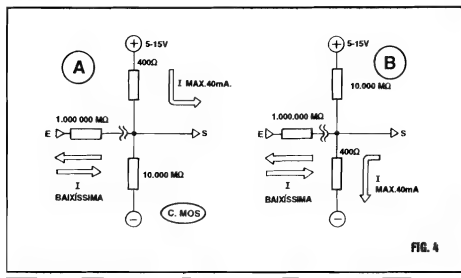

FIG. 4
-FIG. 4- DETALHANDO, NA PRÁTICA, AS ENTRADAS E SAÍDAS C.MOS... - Os dois diagramas (A e B) "estilizam" condições (a nível puramente "resistivo", ou levando em consideração as impedâncias relativas...) para Saída "alta" e Saída "baixa" num gate típico C.MOS, também indicando as impedâncias relativas nas respectivas e hipotéticas Entradas... Em qualquer caso, num gate (ou qualquer outro bloco lógico...) C.MOS, um sinal, "estado" ou nível digital aplicado à Entrada "vê" uma Resistência **incrivelmente alta** (na casa